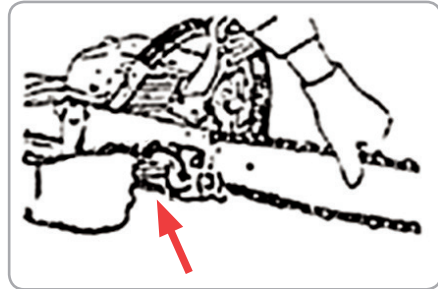

Fig.4
- În timp ce țineți vârful barei, reglați tensiunea lanțului rotind șurubul de tensiune până când curelele de legătură ating doar partea inferioară a șinei barei. (fig.4).